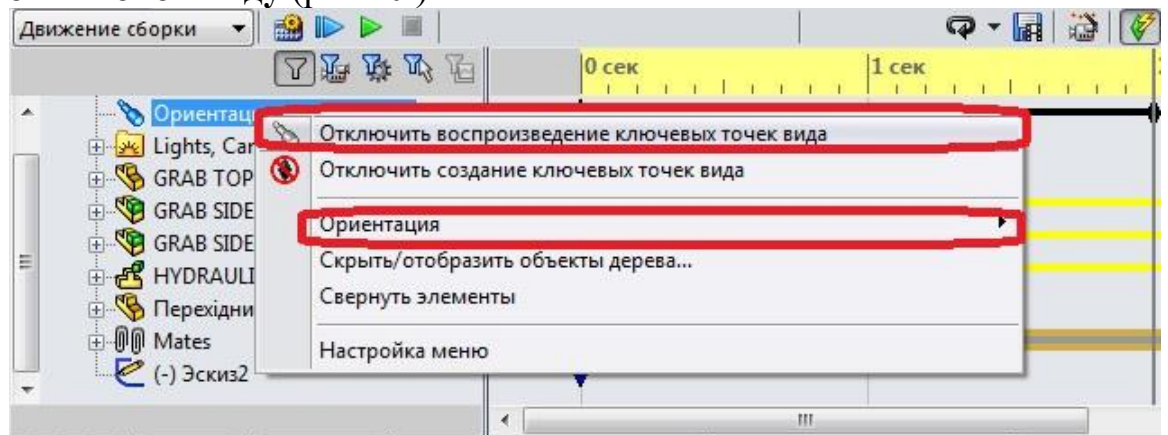

Рис. 10. Відключення відтворення ключових точок виду.
3.5.1. У дереві **Motionmanager** клацніть правою кнопкою миші параметр **Орієнтація й види камер** і виберіть **Відключити відтворення ключових точок виду** (рис.10.).